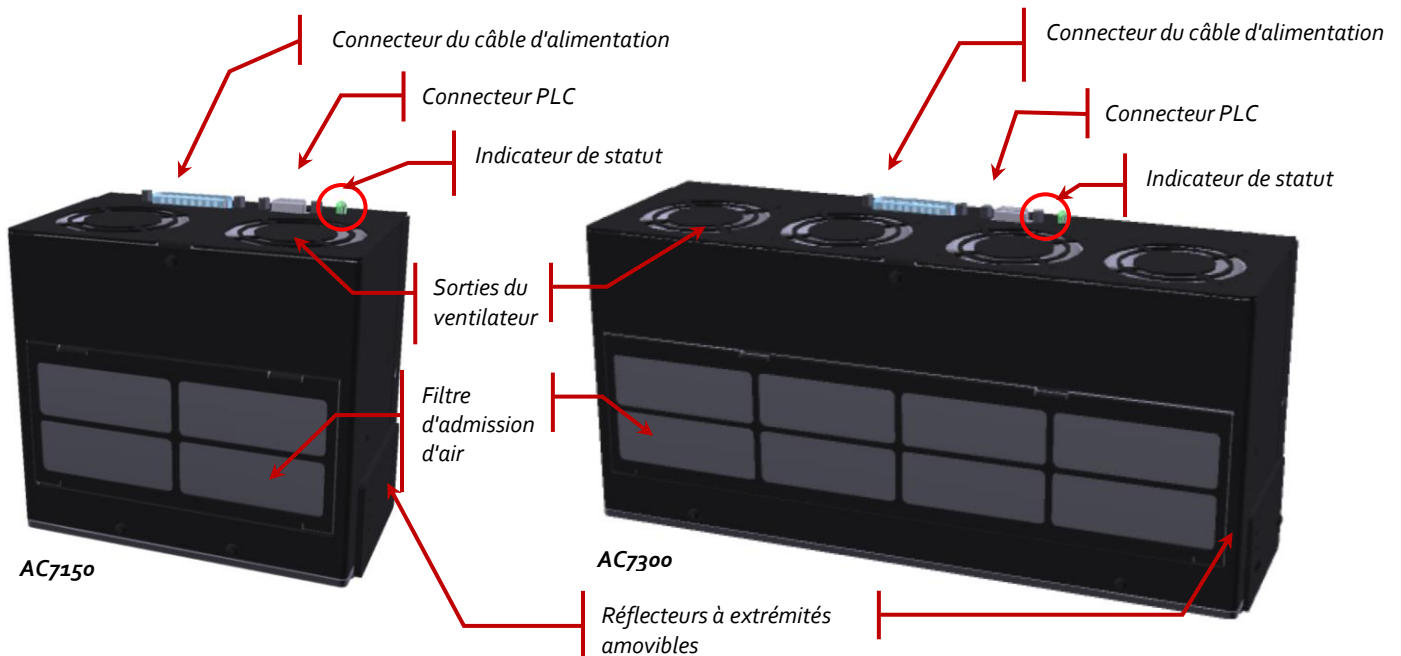

Figure 1 Ports de connexion de la tête LED UV (fonctions supplémentaires annotées)
Conseil : Après avoir branché le câble d'alimentation au bloc d'alimentation électrique, il est recommandé de fixer le câble femelle du connecteur sur les supports de fixation ou de placer un manchon anti-traction sur le connecteur. Raccordez l'extrémité mâle du câble d'alimentation au bloc d'alimentation, puis branchez l'extrémité femelle du câble d'alimentation à la tête LED UV comme indiqué sur la Figure 1.
3. Branchez l'extrémité mâle du cordon d'alimentation à l'alimentation électrique, puis branchez l'extrémité femelle du cordon d'alimentation à la lampe UV à DEL, comme illustré sur la Figure 1 - AC8300. Assurez-vous que l'interrupteur d'activation de la LED est en position OFF (voir Error! Reference source not found.).
6. Branchez l'extrémité mâle du câble de l'automate PLC à la lampe UV à DEL (voir Figure 1).
Les produits de la série AC7 sont équipés de réflecteurs d'extrémité réglables (voir Figure 1) en vue d'améliorer l'uniformité longitudinale aux extrémités de la ligne lumineuse UV. Ces réflecteurs peuvent être abaissés par incréments de 10 mm et peuvent fournir environ 15 mm de longueur utile supplémentaire si on les déploie complètement à une distance de fonctionnement de 30 mm. Ils peuvent également s'avérer utiles pour fournir une protection supplémentaire aux opérateurs contre les rayons UV.